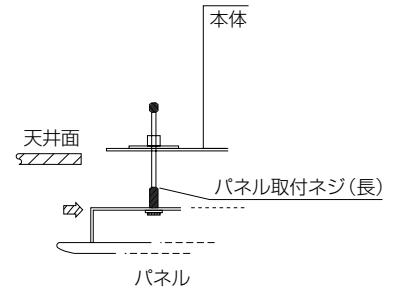
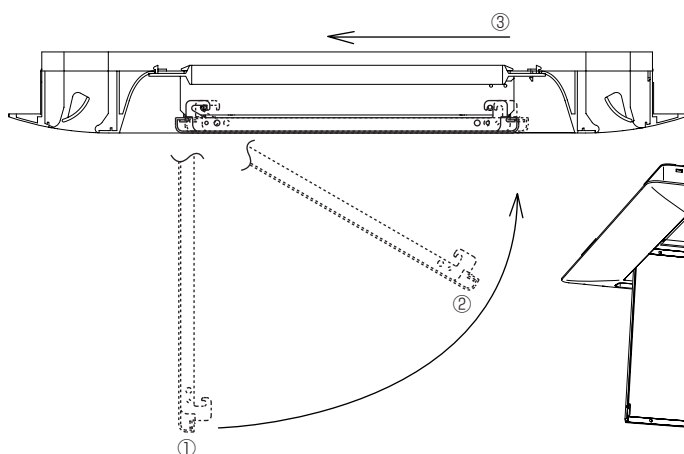

図7
図14
2. 化粧パネルを取付けてください。（オートベーンのコネクタ部が必ず配管側になるよう方向に注意してください。）方向を合わせたら仮止めしたパネル取付ネジ（長）にパネル本体吸込口部の切欠き穴を引掛けます。（図7）最初に反配管側、次に配管側を引掛けます。（図14）（配管側はパネル取付ネジ（長）を内側に押しして引掛けると作業が楽に行えます）
サービスパネルの片側を引掛け図14の順番に動かして取付けます。